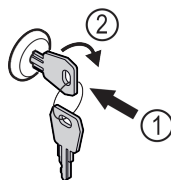

Fig. 240
- Uvucite ključ. Fig. 240 (1)
- Okrenite ključ za 90° nadesno. Fig. 240 (2)